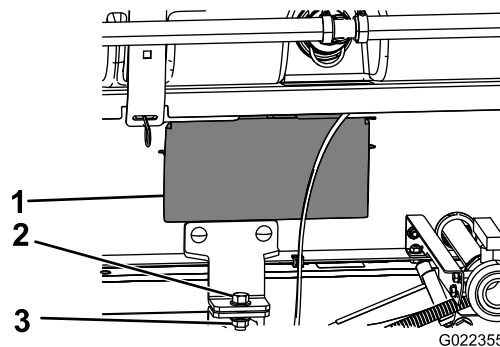

Figura 36
5. Îndepărtați panourile de acces de pe ambele părți ale saniei cadrului (Figura 36).
- Fixai suportul de fixare al ansamblului saniei rezervorului la suportul platformei de pe cadru de pe fiecare parte a mainii cu un urub ($\frac{1}{2} \times \frac{1}{2}$ ") i o contrapiuliă ($\frac{1}{2}$ ") aa cum este indicat în Figura 36.